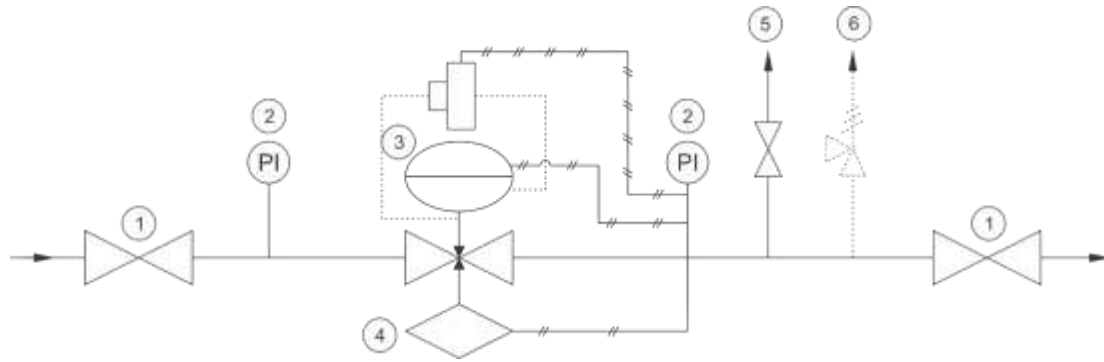

fig. 7
\* La válvula de alivio (6 en fig. 7) es una seguridad previa al evento de bloqueo del sistema por la válvula de bloqueo de seguridad (4 en fig. 7), está prevista para liberar una pequeña cantidad de gas aliviando la presión aguas abajo ante eventos bruscos de cierre o expansión del gas por exceso de temperatura, se setea para que actúe previa al bloqueo de seguridad.
1. Cierre la válvula aislante aguas abajo en caso de existir, Recuerde anular la válvula de alivio en caso de existir y proteger cualquier elemento que se pudiese ver afectado por el aumento de presión. (ver fig. 7)
7. Abra la válvula de bloqueo (4 en fig. 7) tirando del Reset MUY LENTAMENTE (para evitar presiones excesivas).